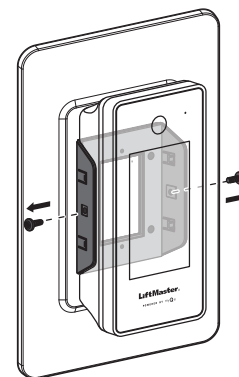

Figure 6
1. If installing on an existing installation, remove the side screws on the CAPXS. Discard these screws. (See Figure 6)
1. En cas d'installation sur une installation existante, retirez les vis latérales du CAPXS. Jetez ces vis. (Voir figure 6)